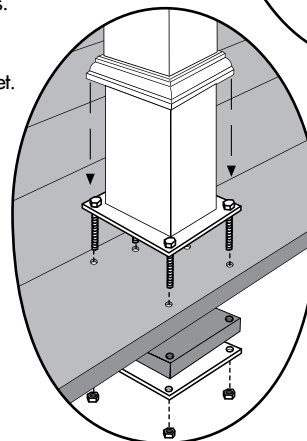

Figure 2
- 4.) Marque los orificios a través de la placa inferior del poste de acero Figure 2 (A) en la superficie de la plataforma; perforo un orificio de 3/8" en los cuatro lugares.